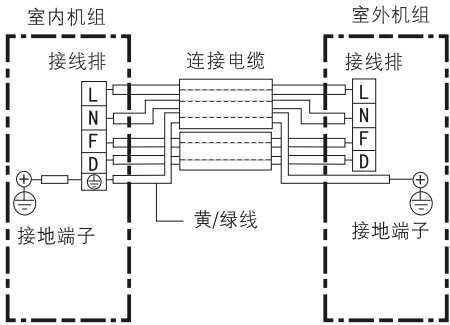

图13室内外电气连接图
- (1)用附件⑨及⑪连接电缆按接线图示要求正确地连接室内外机组，绝对不可连接错误(如图13)。
- (2)连接电缆必须用室内外机组上的电线压板压紧。
- 接地线必须根据图13所示用连接电缆中黄/绿色导线接至带有“⊕”标记的接线端子上。